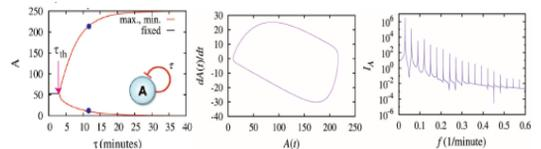

図2 定常状態と特徴的周期性
- 1つの自己転写抑制ループを持つ遺伝子 (a) 遅延時間 (t) が短い (< 3.1分) と発現及び分解するタンパク質濃度変化は定常状態、長くなると周期性を示す (図2)。